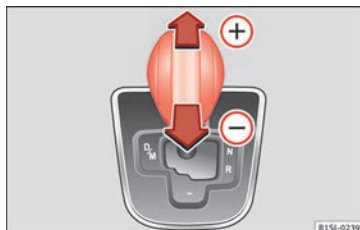

Fig. 149 Palanca en la posición Tiptronic.
- Pulse la palanca hacia adelante (+) o hacia atrás (-) para aumentar o reducir la marcha » fig. 149.